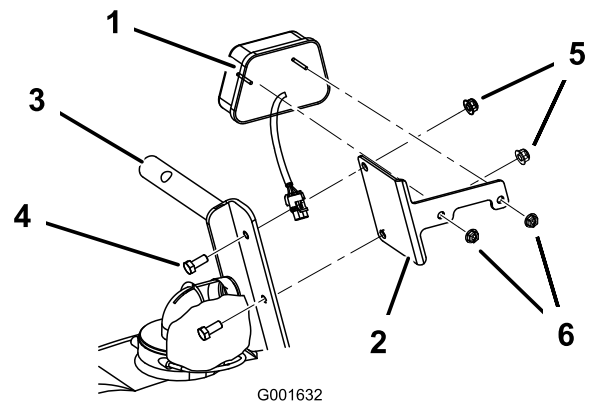

図 11
1. テールライト用ブラケットを左側ブームサポートに取り付ける；ボルト (5/16 x 3/4 インチ) (2本) と、フランジナット (5/16 インチ) (2個) を使用する (図 11)。
2. テールライト用ブラケットにテールライトを取り付ける；ナット (1/4 インチ) (2個) を使用する (図 11)。